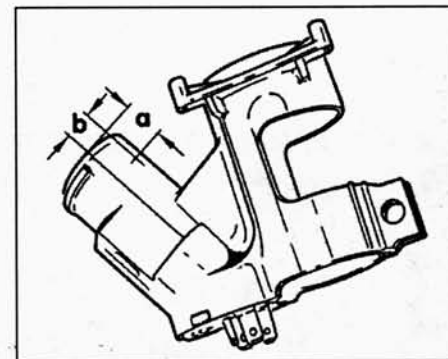

Рис. 4.6. Просверлите отверстие на пересечении размеров а и b
- 6 При замене замка нанесите метки (рис. 4.6), затем просверлите сверлом диаметром 3 мм отверстие на пересечении размеров а и b. Сверлить надо, пока не почувствуется пружина замка (это соответствует глубине отверстия примерно 3 мм). После этого надавите на пружину и выньте личинку замка.